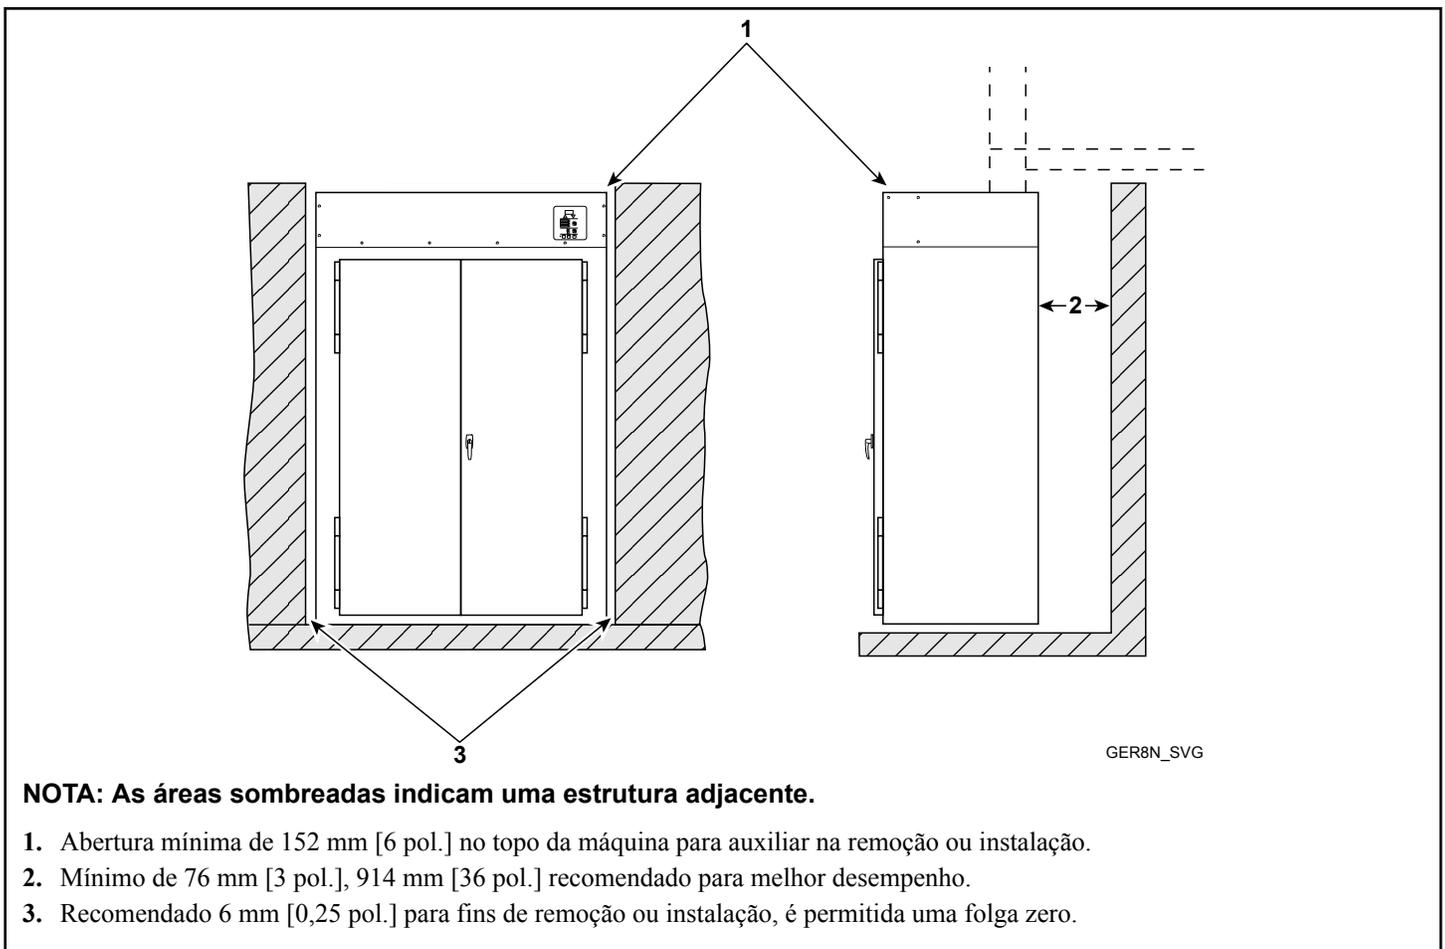

Figura 1
Uma carcaça de gabinete de secagem típica é mostrada na *Figura 1*. Observe as dimensões mínima e máxima. Os códigos e normas locais devem ser respeitados.
**IMPORTANTE:** Instale os gabinetes de secagem com um espaço suficiente para manutenção e operação, consulte *Figura 1*.